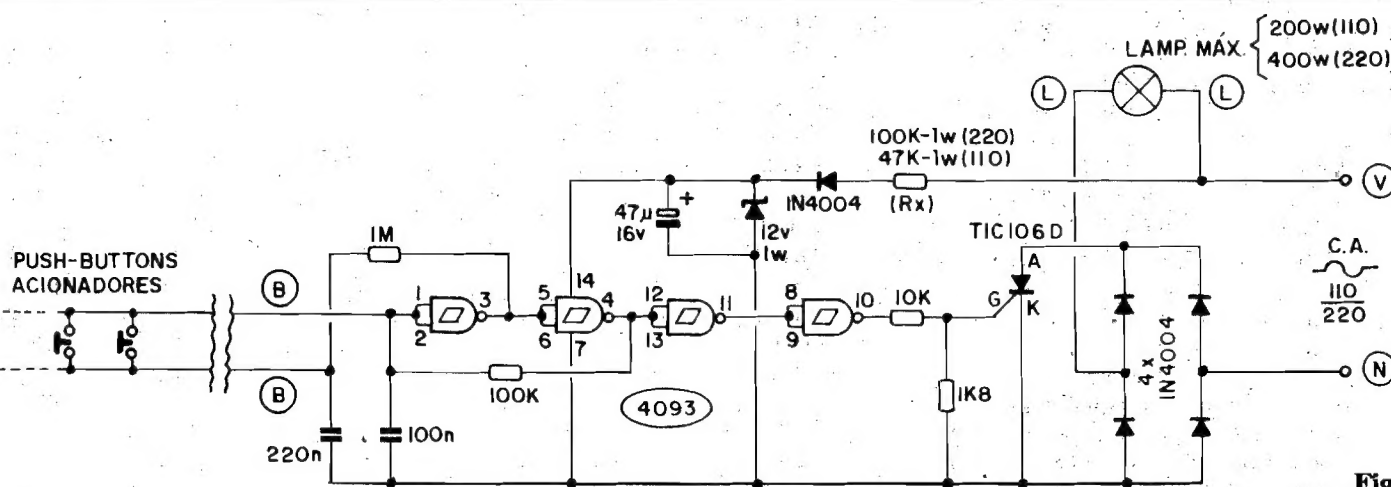

Fig.1
- FIG. 1 - O CIRCUITO - Pelo próprio "esquema" já dá pra notar a grande simplicidade geral do arranjo de controle, cujo "coração" é um Integrado C.MOS 4093, muito comum, de baixo preço. Os dois primeiros **gates** (esquerda), delimitados pelos pinos 1-2-3 e 4-5-6 formam um simples flip-flop BIESTÁVEL de comando único, com o auxílio do capacitor de 100n mais os resistores de 1M e 100K. Nessa estrutura, cada vez que se "fecham" eletricamente os contatos entre os pontos B-B, altera-se o estado digital da saída do bloco (pino 4)... Se tal saída estava "alta" passa a "baixa", e se encontrava-se "baixa" vai a "alta"... O capacitor de 220n desacopla e "filtra" a linha de comando, de modo a prevenir chaveamentos espúrios, gerados por eventuais interferências na linha... Notem ainda que o tipo de atuação da linha de comando